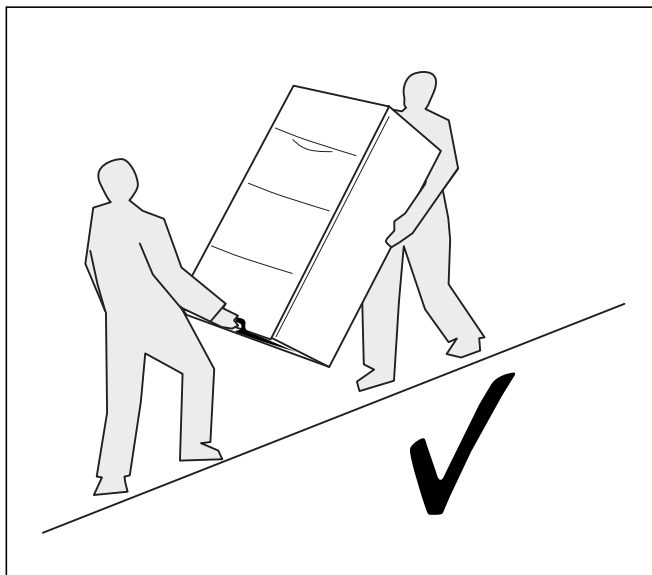

Рис. 4.3 Правильная транспортировка
- Транспортируйте аппарат всегда так, как показано на рис. 4.3.